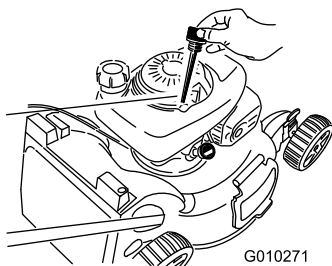

Рисунок 39
2. Извлеките масломерный щуп (Рисунок 39).